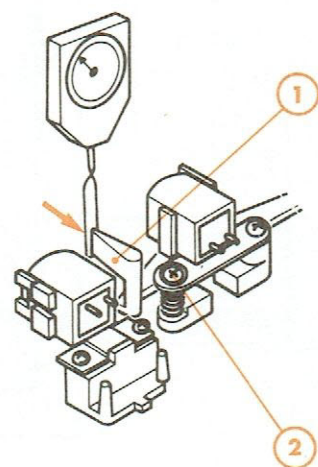

Fig. 5
B. CONTROLE DE LA FORCE ASSURANT LE FONCTIONNEMENT DE L'ARRET AUTOMATIQUE (Fig. 5)
- Appliquer le palpeur d'un dynamomètre sur le levier plastique (1) et appuyer jusqu'au déclenchement du mécanisme d'arrêt automatique.
- Agir sur la vis (2) (Fig. 5) pour obtenir le maximum de tension aux bornes de la prise écouteur « ① », ce qui correspond au maximum de volume sonore délivré par le haut-parleur lorsque celui-ci est en service.